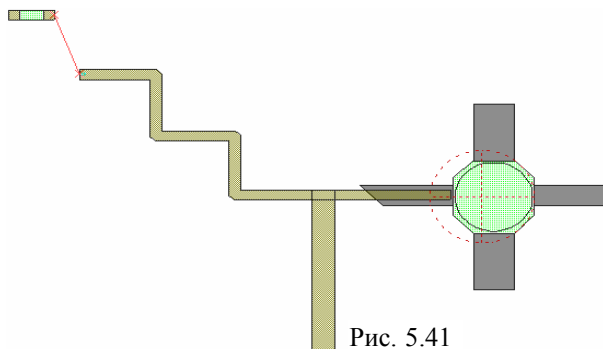

Рис. 5.41
1. Установите курсор на элемент конденсатора, нажмите левую кнопку мышки и переместите этот элемент, как показано на рис. 5.41.